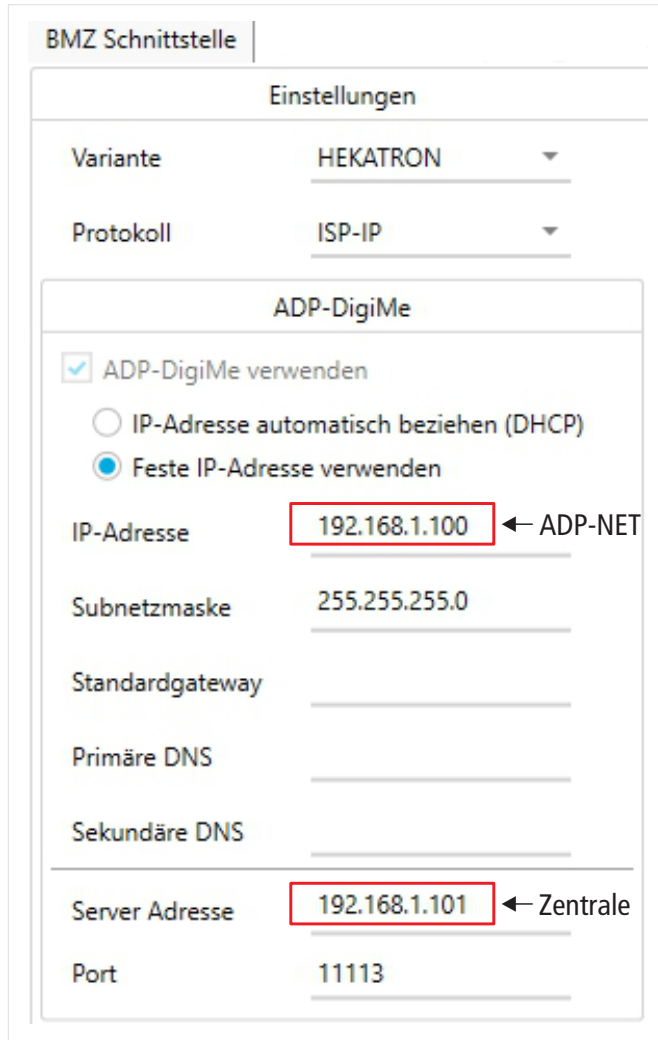

Abb. 15: Einstellungen für die BMZ Schnittstelle
- ▶ Im Reiter „BMZ Schnittstelle“ die Einstellungen unter Abb. 15 vornehmen, wobei die „IP-Adresse“ der IP-Adresse des ADP-NET entspricht und die „Server Adresse“ der IP-Adresse der verbundenen Zentrale.